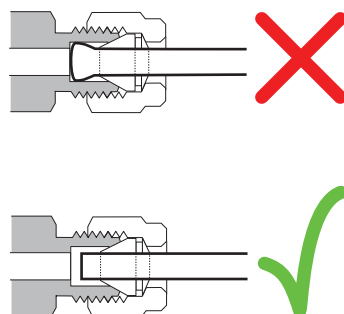

Figura 22 Conexão concluída
- 10 As conexões Swagelok correta e incorreta são mostradas na Figura 22. Observe que a extremidade da tubulação em uma conexão correta não fica esmagada e não interfere na ação das virolas.